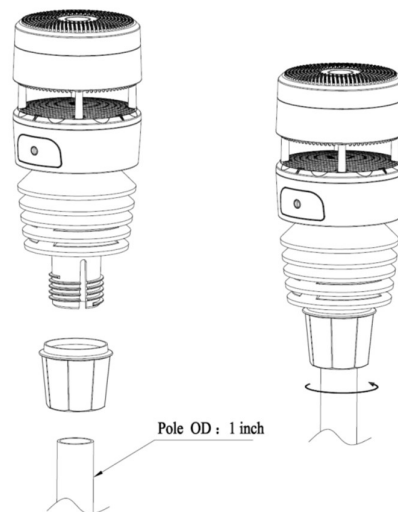

Figura 4
2. Montaje en un poste como se muestra en la figura 4. Asegúrese de que el poste de montaje esté vertical o muy cerca de estarlo. Si es necesario, utilice un nivel de burbuja. Nota: Admite postes con un diámetro de 2,5 cm.